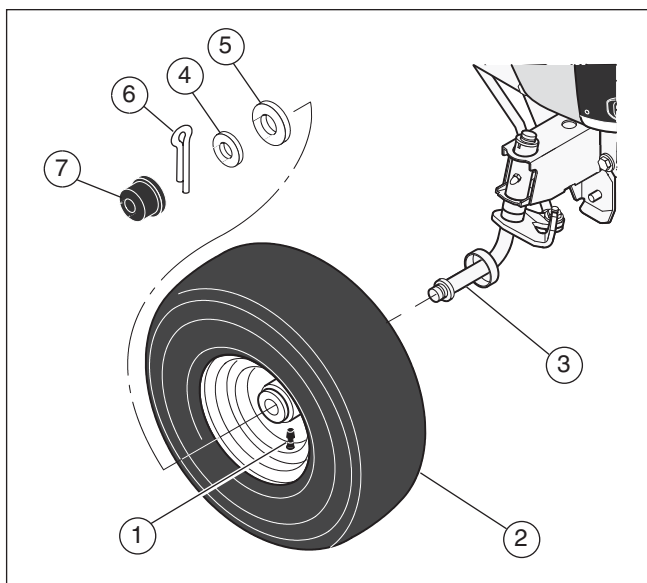

Figura 36
1. Certifique-se de que a haste da válvula (1) está voltada para fora (consulte a **Figura 36**).
2. Encaixe a roda frontal (2) no veio (3).
3. Aperte a roda frontal (2) com as anilhas (4 e 5) e o pino (6). Dobre as extremidades do pino para lados opostos para manter a roda frontal no veio.
4. Se o seu modelo tiver tampões de rodas (7), coloque os tampões de rodas. Certifique-se de que as anilhas mantêm os tampões de rodas no lugar.